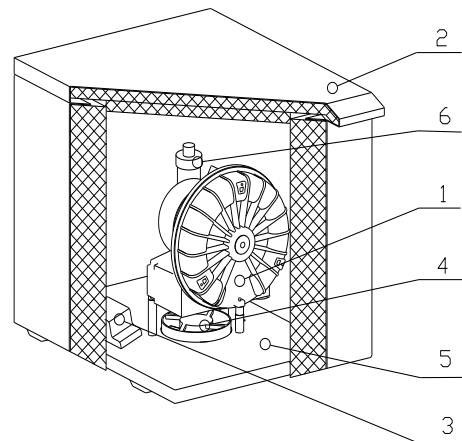

рис.1
Агрегат aspiratora (1) (рис.1) создает в пневматической распределительной сети частичный вакуум, при этом отсасывает чужеродные вещества из рабочего поля врача и направляет их в сепаратор зубной установки. Чистый воздух проходит после сепаратора через отсасывающий агрегат и далее выпускается через выходной шланг и глушитель шума прямой (6) в окружающую среду вне кабинета. Отсасывающий агрегат включается с помощью модуля управления (3) после подвода сигнала от установки (напряжением 24 В перем./пост. или включением выключателя- модель „Г“). Агрегат расположен на основании (5) над охлаждающим вентилятором (4), который создает в шкафчике (2) принудительную циркуляцию воздуха. Металлический шкафчик на ножках имеет шумопоглощающую изоляцию, при этом обеспечивается низкий уровень шума для окружающей среды, а с помощью вентилятора (4) и достаточный обмен охлаждающего воздуха, подводимого через щель между шкафчиком или основанием и полом. Охлаждающий воздух потом выдувается через отверстие в задней стенке шкафчика.